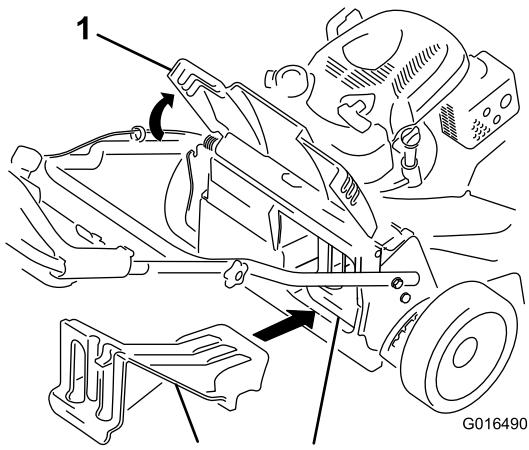

Figura 26
- Si el tapón de descarga trasera no está instalado, sujetelo por el asa, eleve el deflector trasero e introduzcalo en el conducto de descarga trasera hasta que el enganche encaje en su sitio; consulte Figura 26.
Importante: Asegúrese de que el tapón de descarga trasera está colocado antes de reciclar los recortes (Figura 26).